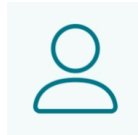

Figure 120. Menu utilisateur
1. Depuis le menu principal, cliquez sur l'icône indiqué, en haut à gauche, voir **Figure 120**.